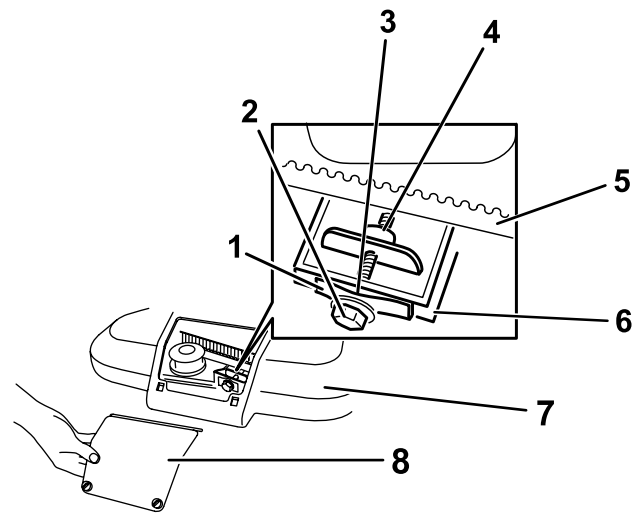

Bild 32
- Lösen Sie die beiden Vierteldrehschrauben an der Zugangsplatte für die Riemenabdeckung und nehmen Sie die Platte ab (Bild 32).
**Hinweis:** Wenn ein sichtbarer Abstand zwischen der Fühlerlehre und der Feder besteht, ziehen Sie die Einstellschraube und Mutter an, bis die Fühlerlehre nur schwer in den Abstand eingeschoben oder herausgezogen werden kann (Bild 32).